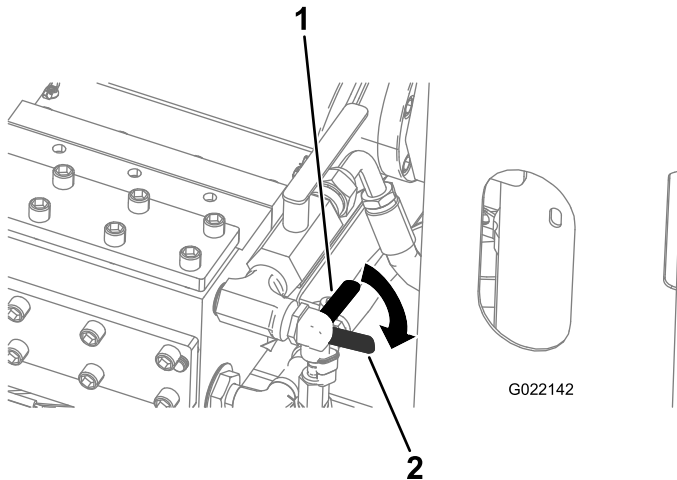

Figure 116
- A. Ouvrez le robinet d'antigel sur l'avant de la pompe à fluide de forage (robinet inférieur), comme montré à la Figure 116.
6. Fermez le robinet d'antigel (Figure 116).